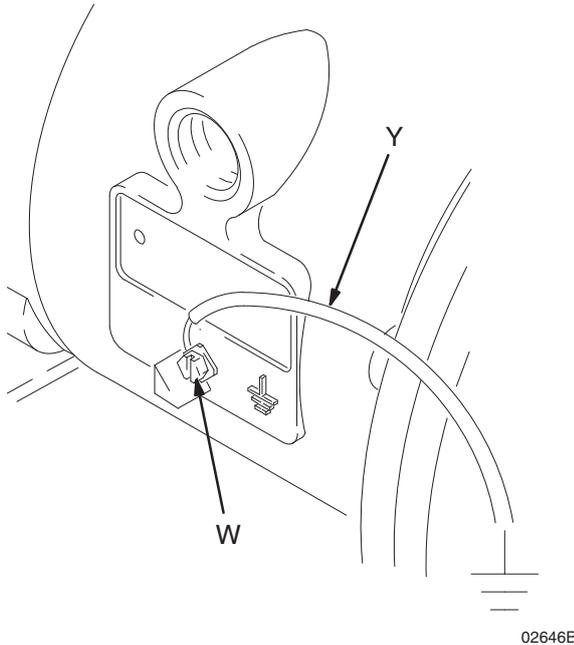

FIG. 1
- **Pompa:** Collegare un filo di terra e il morsetto come mostrato nella FIG. 1. Allentare la vite di terra (W). Inserire un'estremità del filo di terra con sezione minima 1,5 mm² (12 ga.) (Y) dietro la vite di terra e serrare saldamente la vite. Collegare l'estremità del morsetto del filo di terra a una